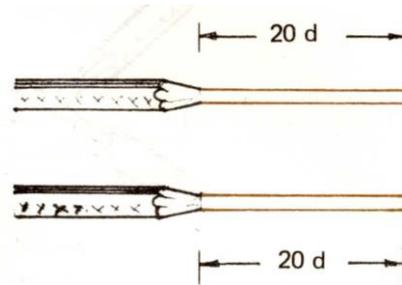

Figura 1
1. Paso: Pele las puntas de los conductores en una longitud de 20 veces su diámetro (figura 1).